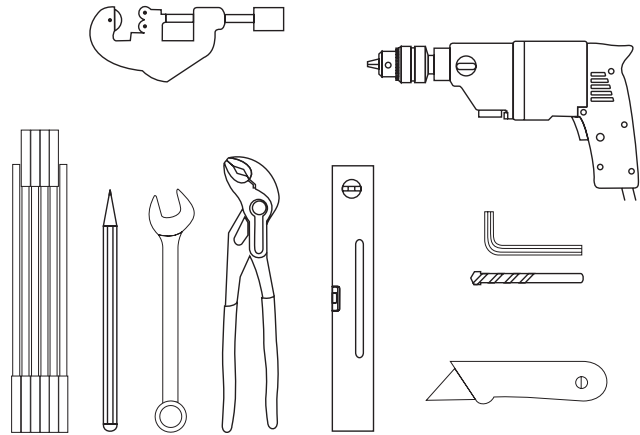

Fig. 5. Outils nécessaires pour le montage du groupe CIRCO 5
- Outillage nécessaire pour le montage du groupe de transfert solaire CIRCO 5: Perceuse, mèche à béton, pinces multiprises, clés plates, ... (Fig.5)